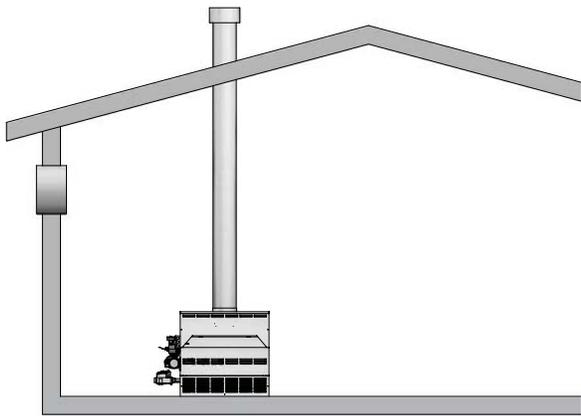

Figure 1-6 Air de combustion provenant de l'extérieur - Ouverture simple
- Si une seule ouverture achemine l'air de combustion directement de l'extérieur, les dimensions de cette ouverture doivent correspondre à une surface libre minimum d'un po² (6,5 cm²) par 3 000 BTU/h (7 cm² par kW). Cette ouverture doit se trouver à moins de 12 po (30 cm) du haut de l'enceinte (voir Fig. 1-6).